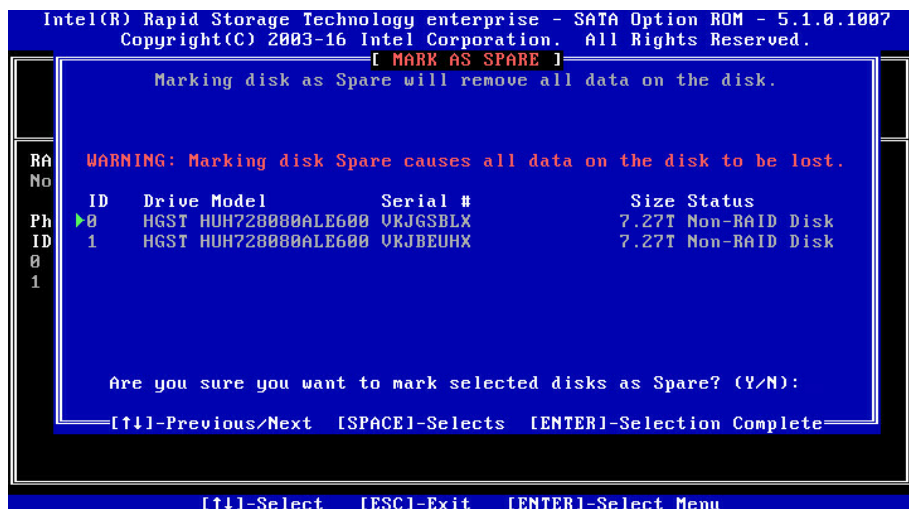

图 8.39
2.5 Mask Disk as Spare 菜单。进入 Mask Disk as Spare 菜单，如图 8.39 所示，系统会显示未组 RAID 的硬盘，请根据实际需要空格键选择硬盘设置为 Spare 模式，然后按 Enter 键，系统再次提示 “Are you sure you want to mask selected disks as Spare? (Y/N)” ，根据提示键入 “Y” 或 “N” 。注意，设置 spare 硬盘时，硬盘上的数据将会全部丢失。